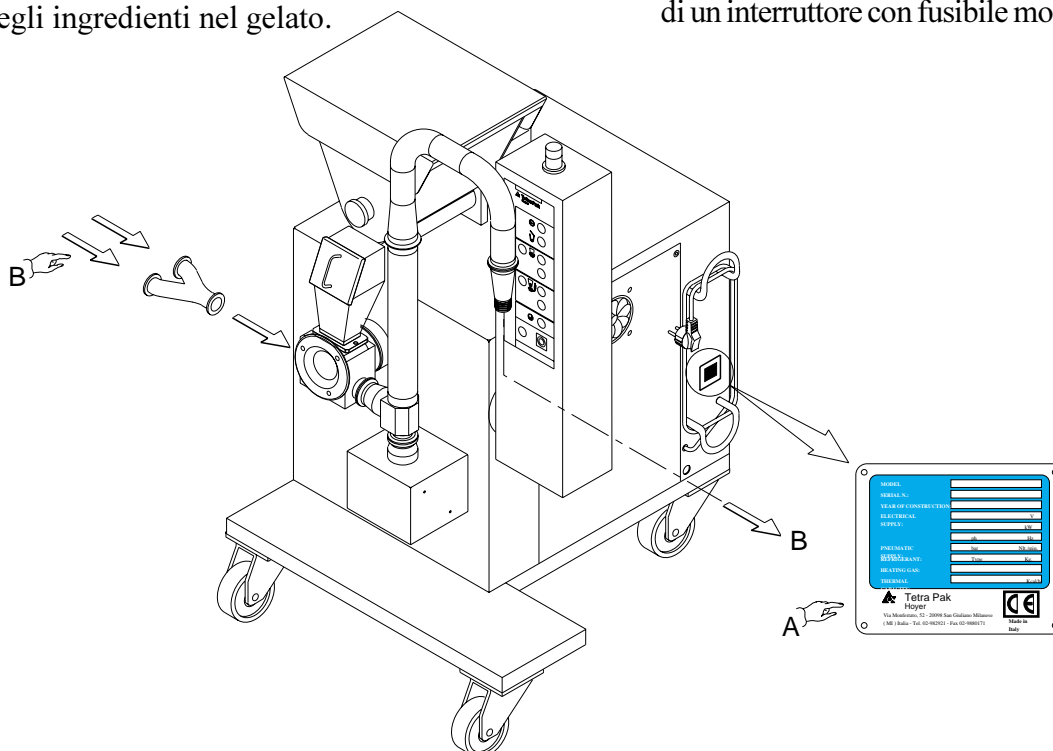

Fig. 4.4
- a. Posizionare la macchina nel luogo di produzione, controllando i dati di targa per assicurarsi che la macchina sia compatibile con l'alimentazione elettrica esistente (*Pos. A, Fig. 4.4*).
- b. Collegare le tubazioni di ingresso ed uscita del gelato al corpo pompa (*Pos. B, Fig. 4.4*).